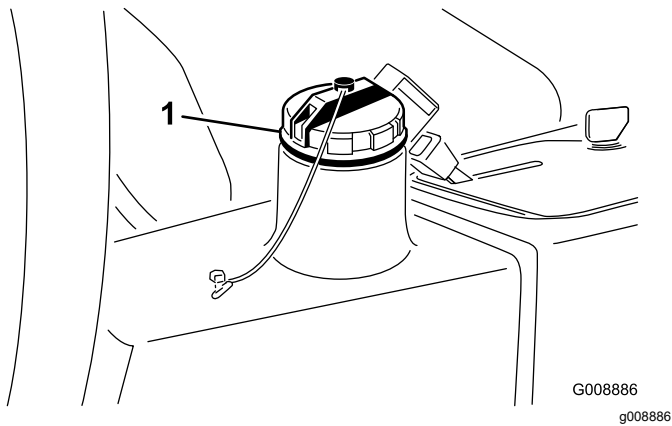

图 79
4. 向液压油箱图 79注入约 13.2L 液压油请参阅 检查液压系统 \(页码 41\)。